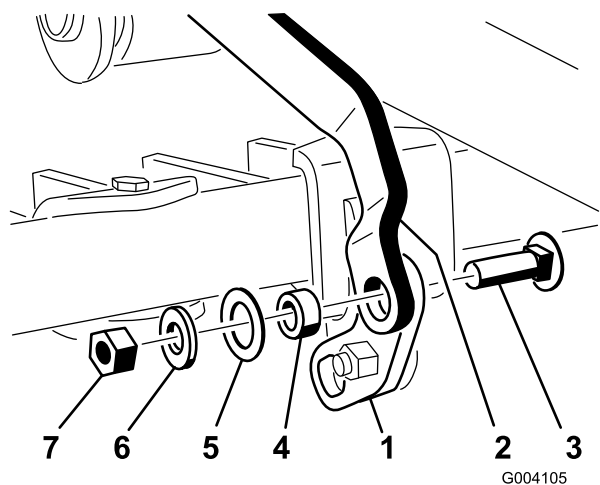

Figura 16
5. Con l'articolazione del gruppo pedale di sollevamento rivolta verso l'alto, fissate il foro quadrato sull'aletta di articolazione all'estremità della bielletta della barra attrezzi mediante un bullone a testa tonda (3/8 x 1-1/4 poll.), un distanziale, una rondella (1 poll.), una rondella (13/16 poll.) e un dado di bloccaggio (3/8 poll.) come illustrato in Figura 16.
6. Montate il bullone eccentrico attraverso la parte inferiore dell'aletta di articolazione e la staffa orientabile, e fissatelo mediante un dado di bloccaggio (5/16 poll.) (Figura 16).